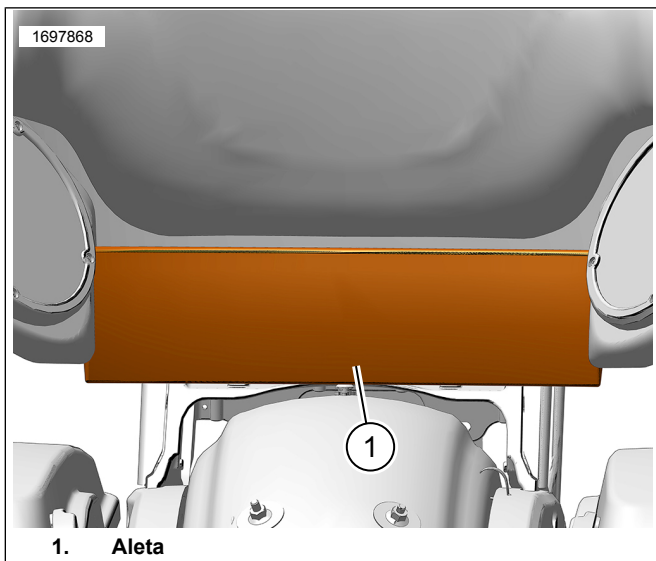

Figura 9. Aleta
1. Vea la Figura 9. Levanta la aleta (1) para acceder al área de montaje.